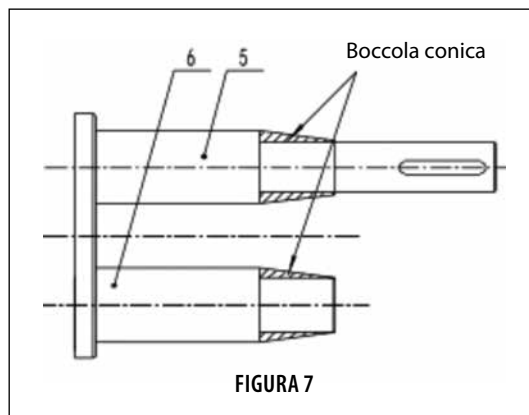

FIGURA 7
ATTENZIONE: per facilitare il montaggio del paraolio (104) ed evitare danni durante l'assemblaggio, la serie S suggerisce l'installazione della boccola conica per il paraolio (vedere Figura 7), per ottenere il passaggio graduale da un diametro piccolo a un diametro più grande.
Secondo la Figura 7, installare boccola conica per il paraolio, serrare unità dell'alloggiamento del cuscinetto anteriore (02) e la guarnizione (22) all'involucro della pompa (01) con la vite prigioniera (117), la rondella piatta (119), il dado (118) e quindi rimuovere boccola conica installazione per il paraolio.